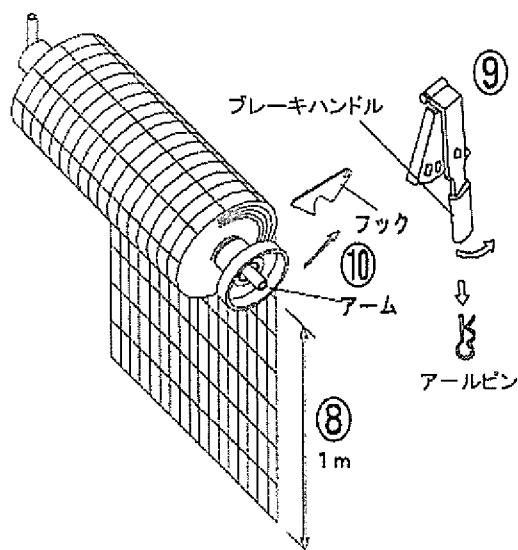
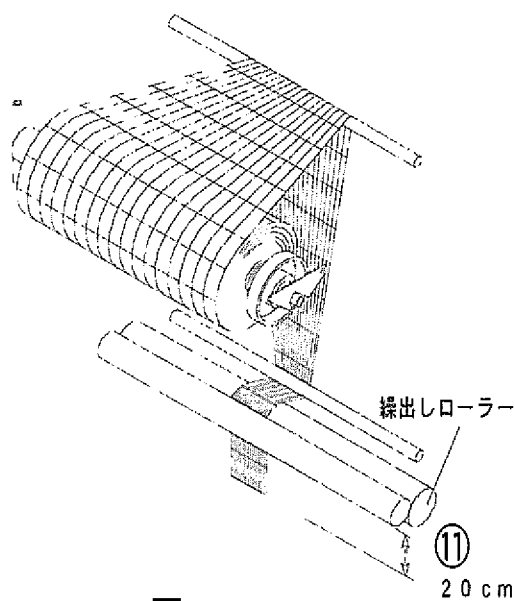

図2 (1mネットセット図)
図3 (1mネットセット図)
- (6) ブレーキハンドル⑨のRピンを抜きブレーキを解除してください。
- (7) ネットを図2のように1 m程度引き出してください。⑧
- (8) アームを戻し⑩、フックで固定してください。
- (9) ブレーキハンドルを元に戻しRピンで固定してください。
- (10) ネットを束にして図3のように通してください。
- (11) 繰出ローラーを回してネットをきっちり張ると下より20 cm程度ネットが出る状態になります。